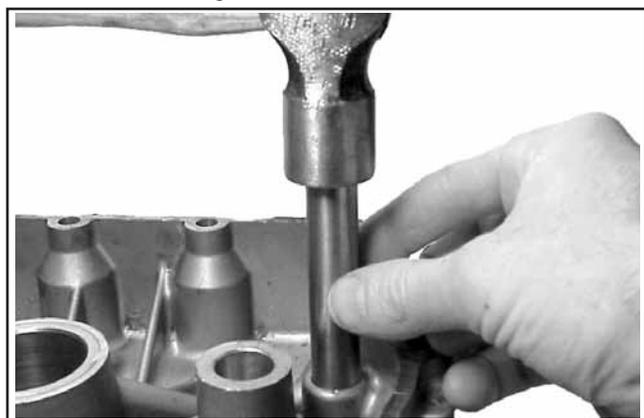

Figure 11-16. Insérer la nouvelle soupape de surpression dans le trou de la plaque de fermeture.
1. Utiliser un morceau de tube métallique à paroi mince ou une douille profonde avec un diamètre extérieur légèrement plus petit que la base. Appuyer ou taper sur la nouvelle soupape de surpression dans le trou de la plaque de fermeture jusqu'à ce qu'elle touche le fond. Voir la figure 11-16.